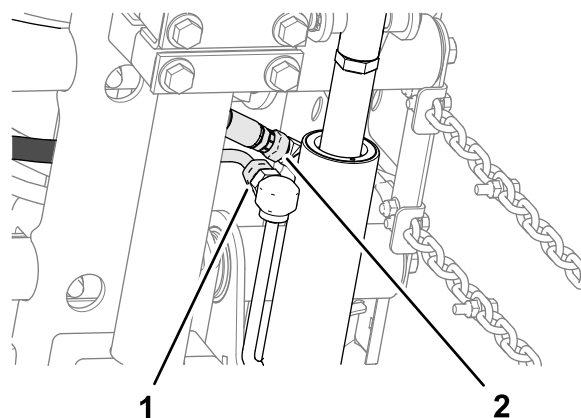

Figura 16
2. Aliniază un distanțier între placa de susinere i placa de montare (Figura 16) i asamblai lejer plăcile i distanțierul cu un urub de fixare ($\frac{3}{8}$ " x $1\frac{1}{4}$ ") i o contrapiuliă cu guler ($\frac{3}{8}$ ").